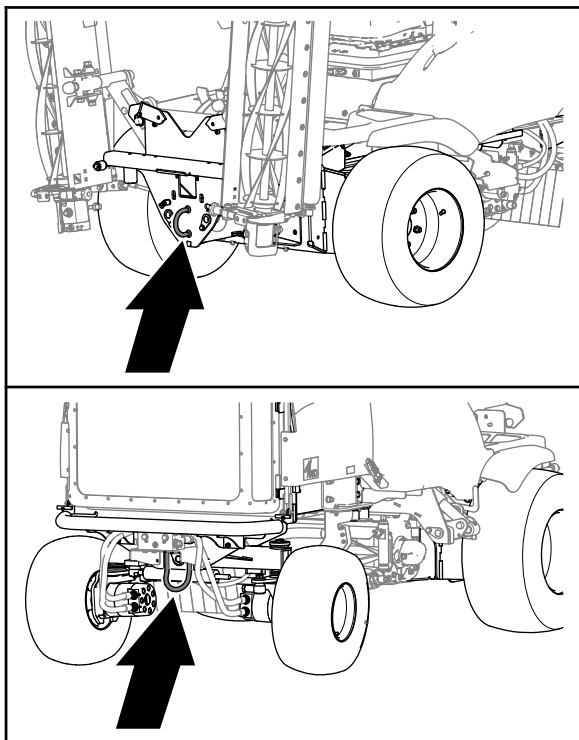

Figura 35
5. Collegate una barra di traino **rigida** all'anello di traino sulla parte anteriore della macchina e al veicolo di traino (Figura 35).